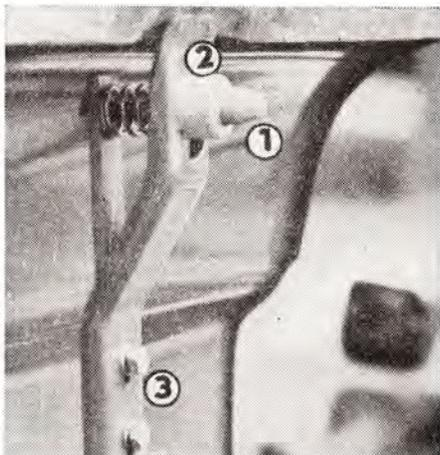

Abb. 27
1. Die Schraube (Abb. 27/1) des Motorhauben-Verschlusses ist auszuschrauben, die Federschale (Abb. 27/2) und die Feder sind herauszunehmen.
2. Zwei Schrauben M 6 sind abzuschrauben und die Abstützung (Abb. 27/3) ist herauszunehmen.